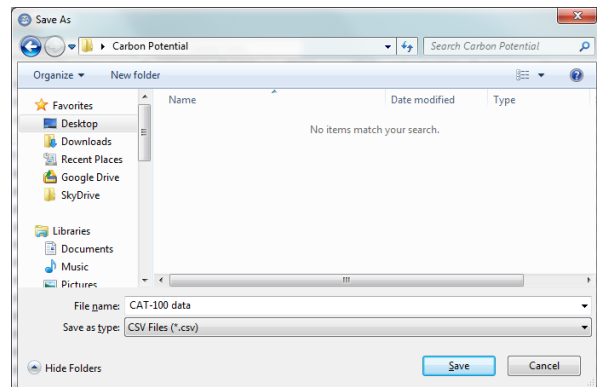

Figura 46 – Guardando un archivo CSV en CAT-100 View
1. Guarde los datos del CAT-100 en un archivo CSV utilizando la **opción Exportar pruebas a CSV** en el CAT-100 View (véase el ejemplo de la Figura 46).